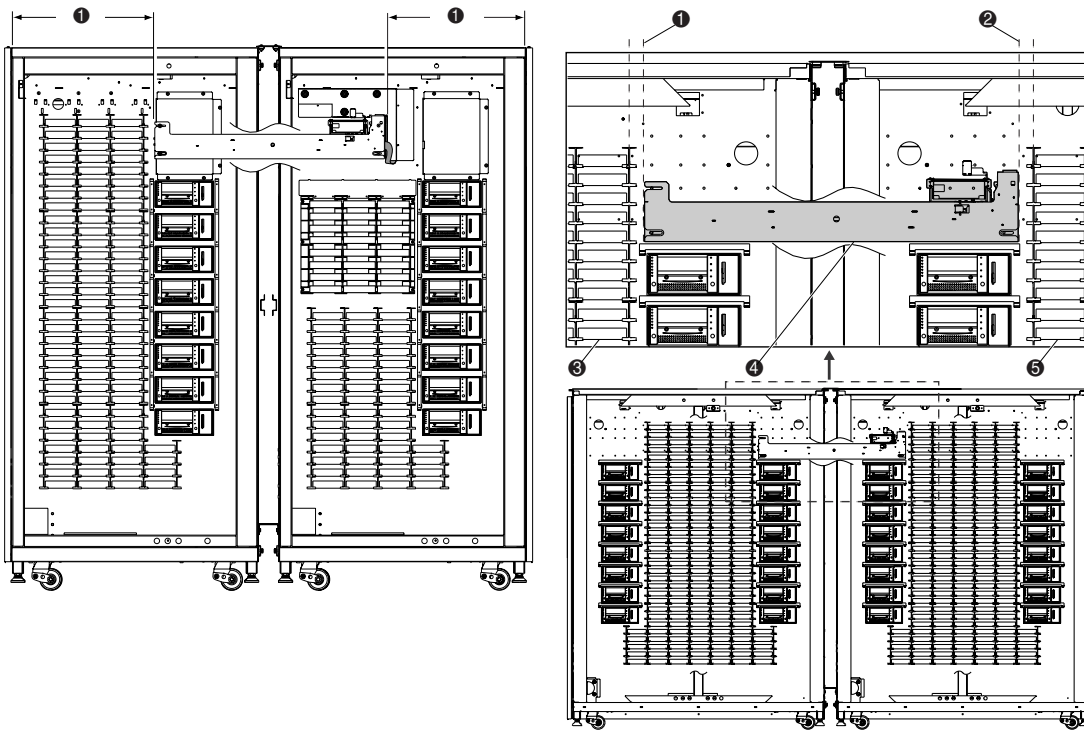

Figure 2-12. Centrage du PTM
- ❶ Vis
- ❷ Cache du câble du PTM
- ❸ Vis
15. Centrez le PTM (voir la Figure 2-12) :